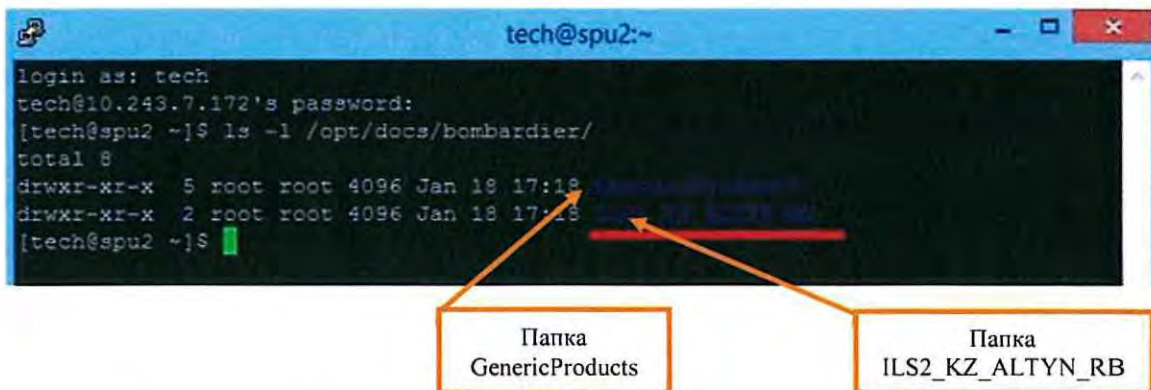

Рисунок 10. Ввод команды.
7.3.4 Ввести команду: **ls -l /opt/docs/bombardier/** и нажать **Enter** (Рисунок 10).